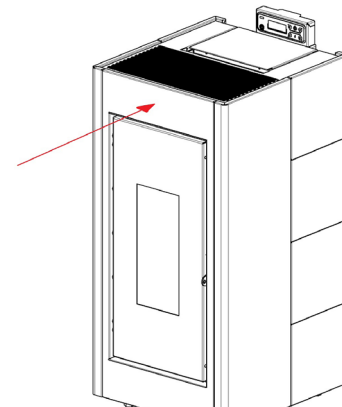

Fig. 31 - Breng de voorzijde weer in positie
- Breng het voorpaneel weer in positie (zie Fig. 31 op pag. 20).